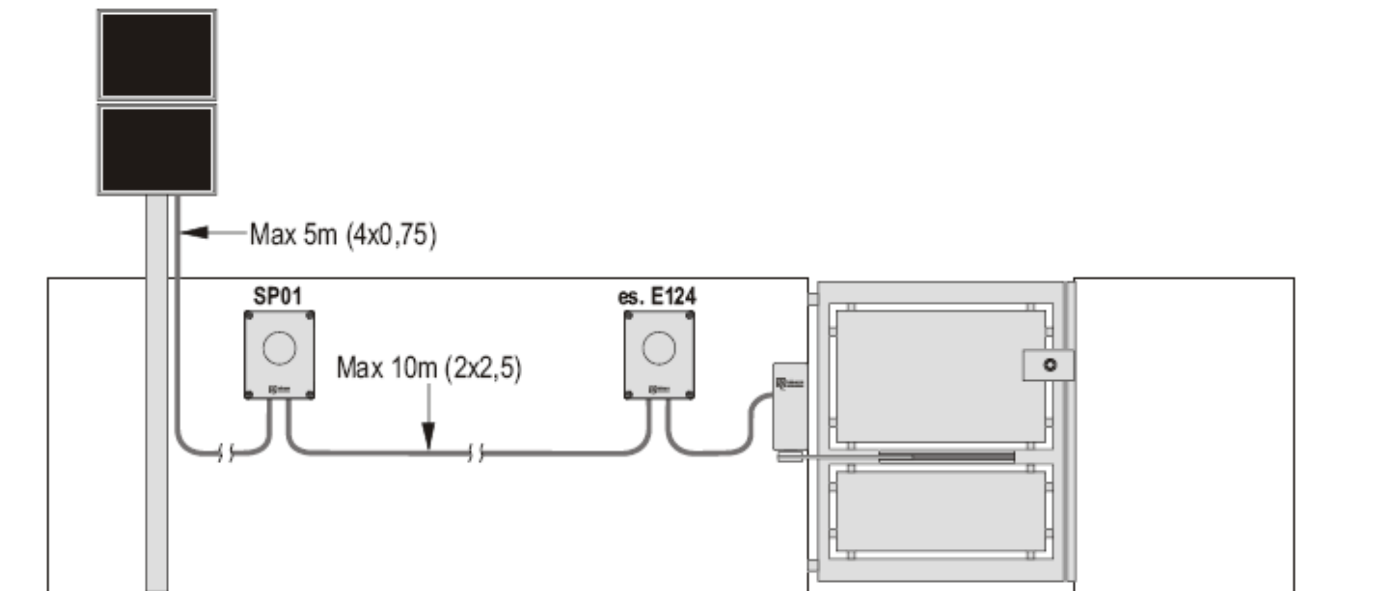

Fig.1
- Az ideális beszerelésnél az egész berendezés kábelezése (a 24V áramellátástól a motorig) olyan rövid, amilyen csak lehetséges. A kábel az SP01 és a vezérlés között ne legyen 10m-nél hosszabb és a vezeték keresztmetszete minimum 2,5mm² (Fig. 1).